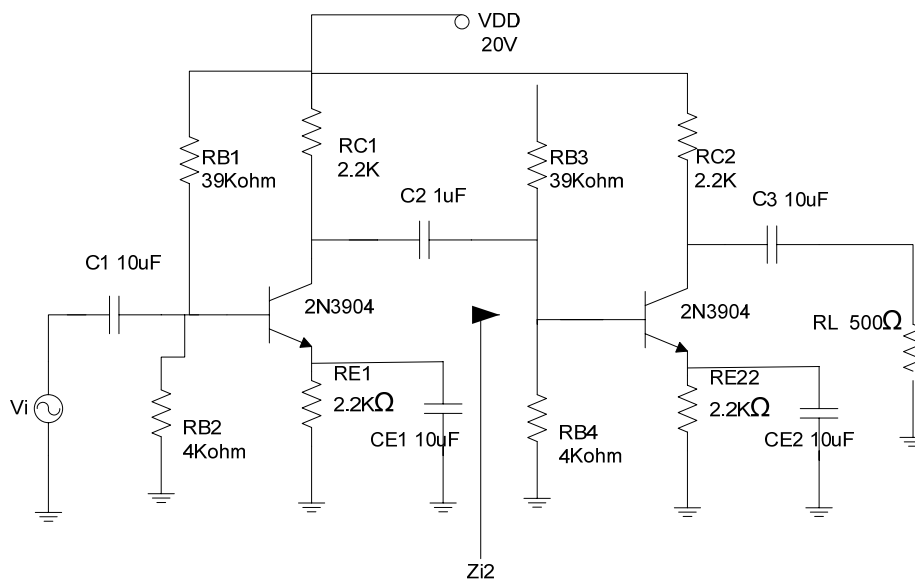

FIG 1.- AMPLIFICATEUR BJT A DEUX ETAGES
OBJECTIF : Construire, un amplificateur a deux etage BJT, mesurer les parametres typiques de l'amplificateur (A_v , Z_i , Z_o , A_i) et les comparer avec les chiffres calculés et simulés (SPICE). Utiliser les valeurs dde la Fig 1. Utilisez $\beta = 150$ dans les calculs.
- 1.- Calculer le point d'opération DC du circuit de la Figure 1. Calculer V_B , V_E , V_C , I_E .